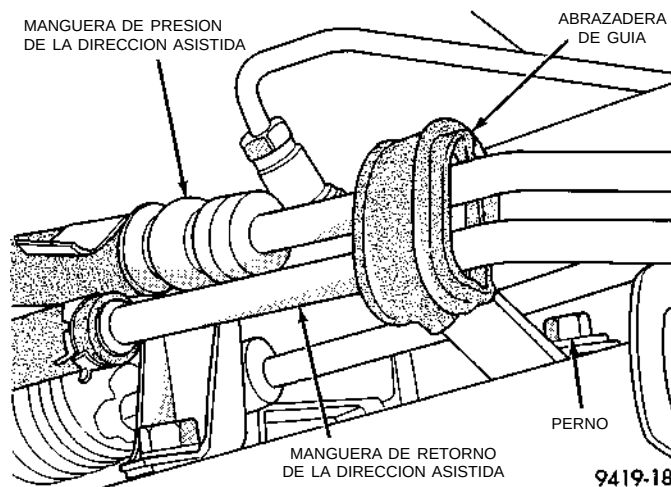

Fig. 9 Abrazadera de guía de las mangueras de presión y de retorno de la dirección asistida
(8) Si el vehículo está equipado con dirección asistida, retire la abrazadera guía de las mangueras de presión y de retorno de la dirección asistida del travesaño del falso bastidor de la suspensión delantera (Fig. 9). **No es necesario desmontar la abrazadera de guía de las mangueras de presión y de retorno de la dirección asistida.**
PRECAUCION: Antes de retirar del vehículo el travesaño de falso bastidor de la suspensión delantera, se **DEBE** marcar su emplazamiento en la carrocería según (Fig. 9). Esto es necesario para poder colocar el travesaño de falso bastidor en el mismo lugar de la carrocería del vehículo, al volver a instalarlo. Si al ensamblarse el vehículo no se mantiene el mismo emplazamiento del travesaño de falso bastidor de la suspensión delantera en la carrocería del vehículo, no se obtendrán los reglajes de alineación de la suspensión delantera **NETOS DE FABRICA**. Eso podría ocasionar problemas de maniobra y/o desgaste de neumáticos.
mangueras de presión y retorno de la transmisión asistida y el tornillo de fijación en el travesaño del falso bastidor de la suspensión delantera (Fig. 9). Apriete el perno de fijación de la abrazadera de guía de las mangueras al travesaño del falso bastidor (Fig. 9) con una torsión de 23 N·m (17 libras pie).